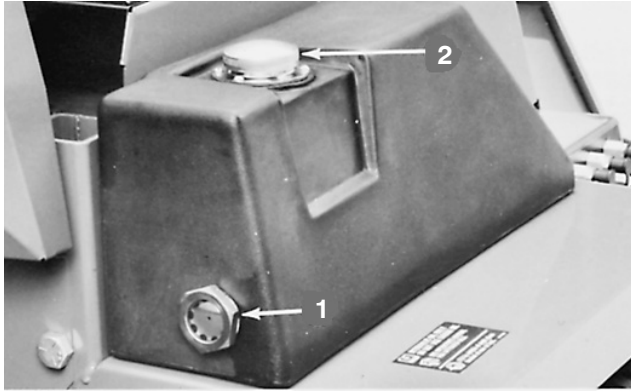
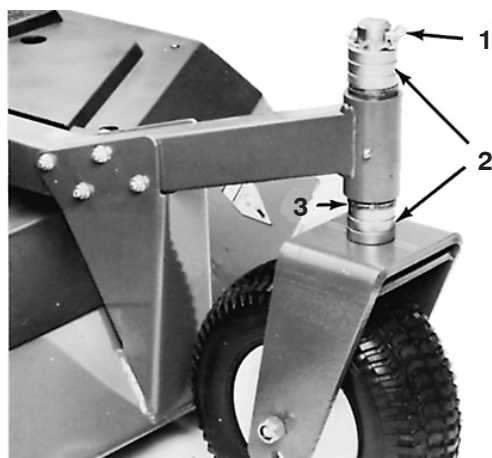

Bild 9
Bild 13
1. Prüfen Sie den Flüssigkeitsstand täglich durch das Sichtfenster hinten am Hydraulikbehälter (Bild 9). Bei kaltem Öl sollte der Stand etwas unter der Mitte liegen, bei warmem Öl sollte der Stand in der Mitte des Sichtfensters liegen.
2. Füllen Sie bei niedrigem Ölstand Hydrauliköl in den Behälter (Bild 9). Weitere Informationen finden Sie unter „Warten der Hydraulikanlage“ auf Seite 48.
4. Nehmen Sie an allen anderen Laufrädern den Klappstecker aus den Laufradgabelwellen heraus (Bild 13). Nehmen Sie die Laufradwelle und die Distanzstücke von den Laufradarmen (Bild 13). Setzen Sie die Distanzstücke auf die Laufradspindel, sodass Sie die gewünschte Schnitthöheneinstellung erzielen. Montieren Sie dann die Laufradwelle am Arm (Bild 9). Setzen Sie die restlichen Distanzstücke auf die Welle und befestigen Sie alles mit dem Klappstecker (Bild 13).